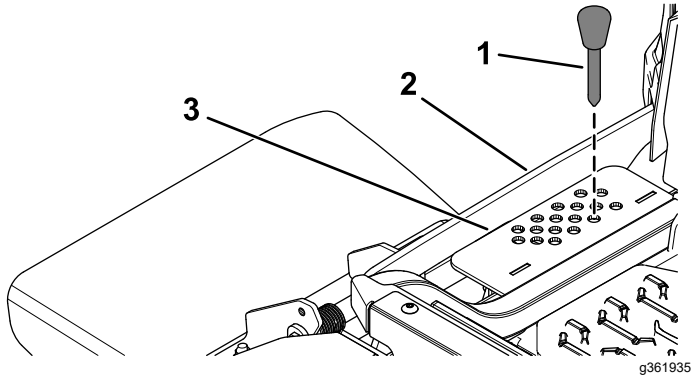

Bild 22
entspricht, und stecken Sie den Lastösenbolzen wieder ein (Bild 22).
3. Drücken Sie den Mähwerkhubschalter nach unten, bis das Schnitthöhenlenker den Schnitthöhenstift leicht berührt (Bild 22).